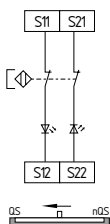

Fig. 19
**Commande à deux canaux d'interrupteurs magnétiques de sécurité selon IEC 60947-5-3 (Fig. 19)**